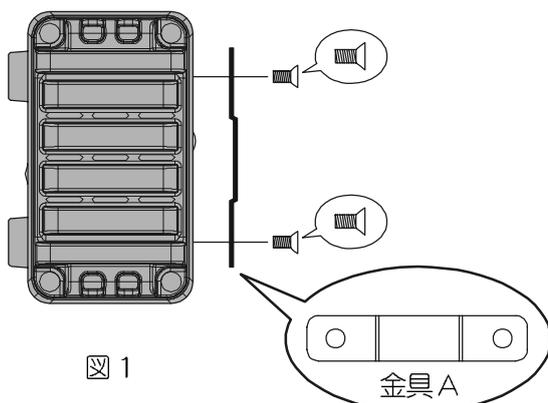

図 1
1. 取付金具 A を、付属のビス () を使用して、FC-30 に取り付けます (図 1 参照) .